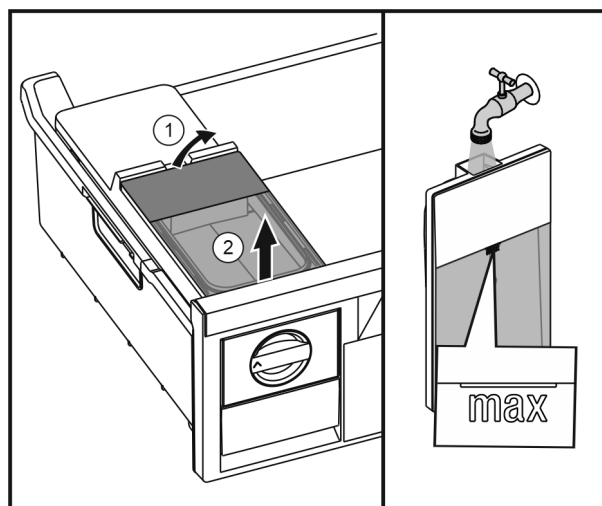

Fig. 28
- Sollevare il serbatoio dell'acqua da dietro Fig. 28 (1) e rimuoverlo sollevandolo Fig. 28 (2).